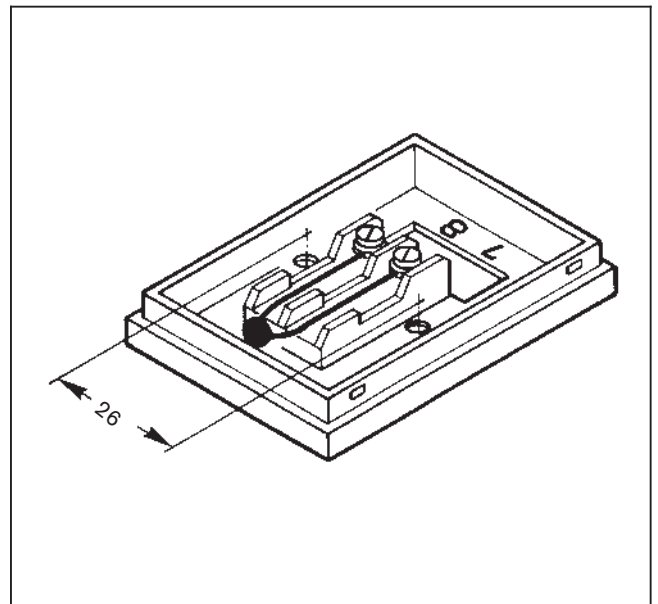

Рис. 2
- 2.2 Произвести при помощи входящих в комплект поставки винтов и дюбелей, монтаж датчика комнатной температуры на подходящем месте (рис. 2).